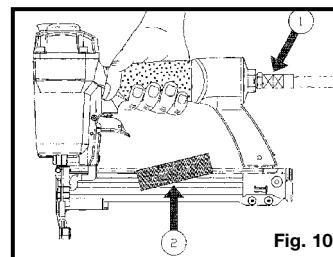

Fig. 10
- Branchez l'outil à l'alimentation d'air avant** de charger les attaches afin de prévenir qu'une attache soit tirée au cours du branchement. Le mécanisme d'entraînement de l'outil peut être mis en cycle lorsque l'outil est branché à l'alimentation d'air. (Fig. 10)